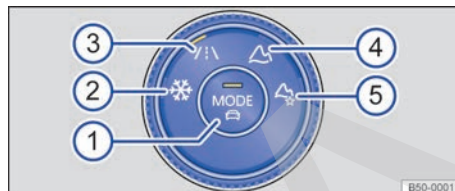

Fig. 138 En la parte inferior de la consola central: mando del 4MOTION Active Control.
Los vehículos de tracción total disponen de una selección más amplia de perfiles de conducción. En este caso, los perfiles de conducción se pueden seleccionar mediante el mando del 4MOTION Active Control → fig. 138.
Legenda de la fig. 138:
- Gire el mando → fig. 138 del 4MOTION Active Control hasta que se encienda el LED situado junto al perfil de conducción deseado.
- Presione en el centro del mando sobre  → fig. 138.
- Dado el caso, gire el mando → fig. 138 del 4MOTION Active Control hasta que se encienda el LED situado junto al perfil de conducción Offroad Individual. ▶
- Si el perfil Offroad Individual ya estaba seleccionado, presione en el centro del mando sobre  → fig. 138.